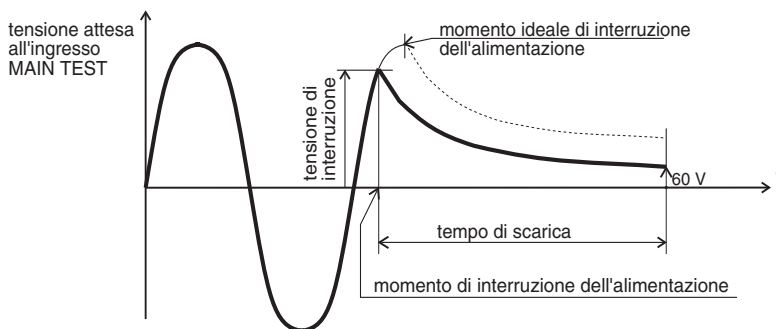

**Fig.18. Collegamento dei conduttori di test**
3. Collegare i conduttori di prova allo strumento ed all' oggetto testato come illustrato nella fig.18.